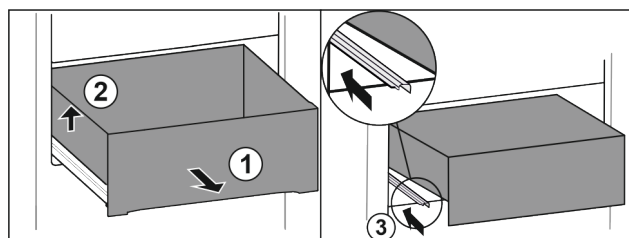

Fig. 96
- Estrarre il cassetto fino all'arresto. Fig. 96 (1)
- Sollevare il cassetto a sinistra. Fig. 96 (2)
- Inserire la guida sinistra. Fig. 96 (3)